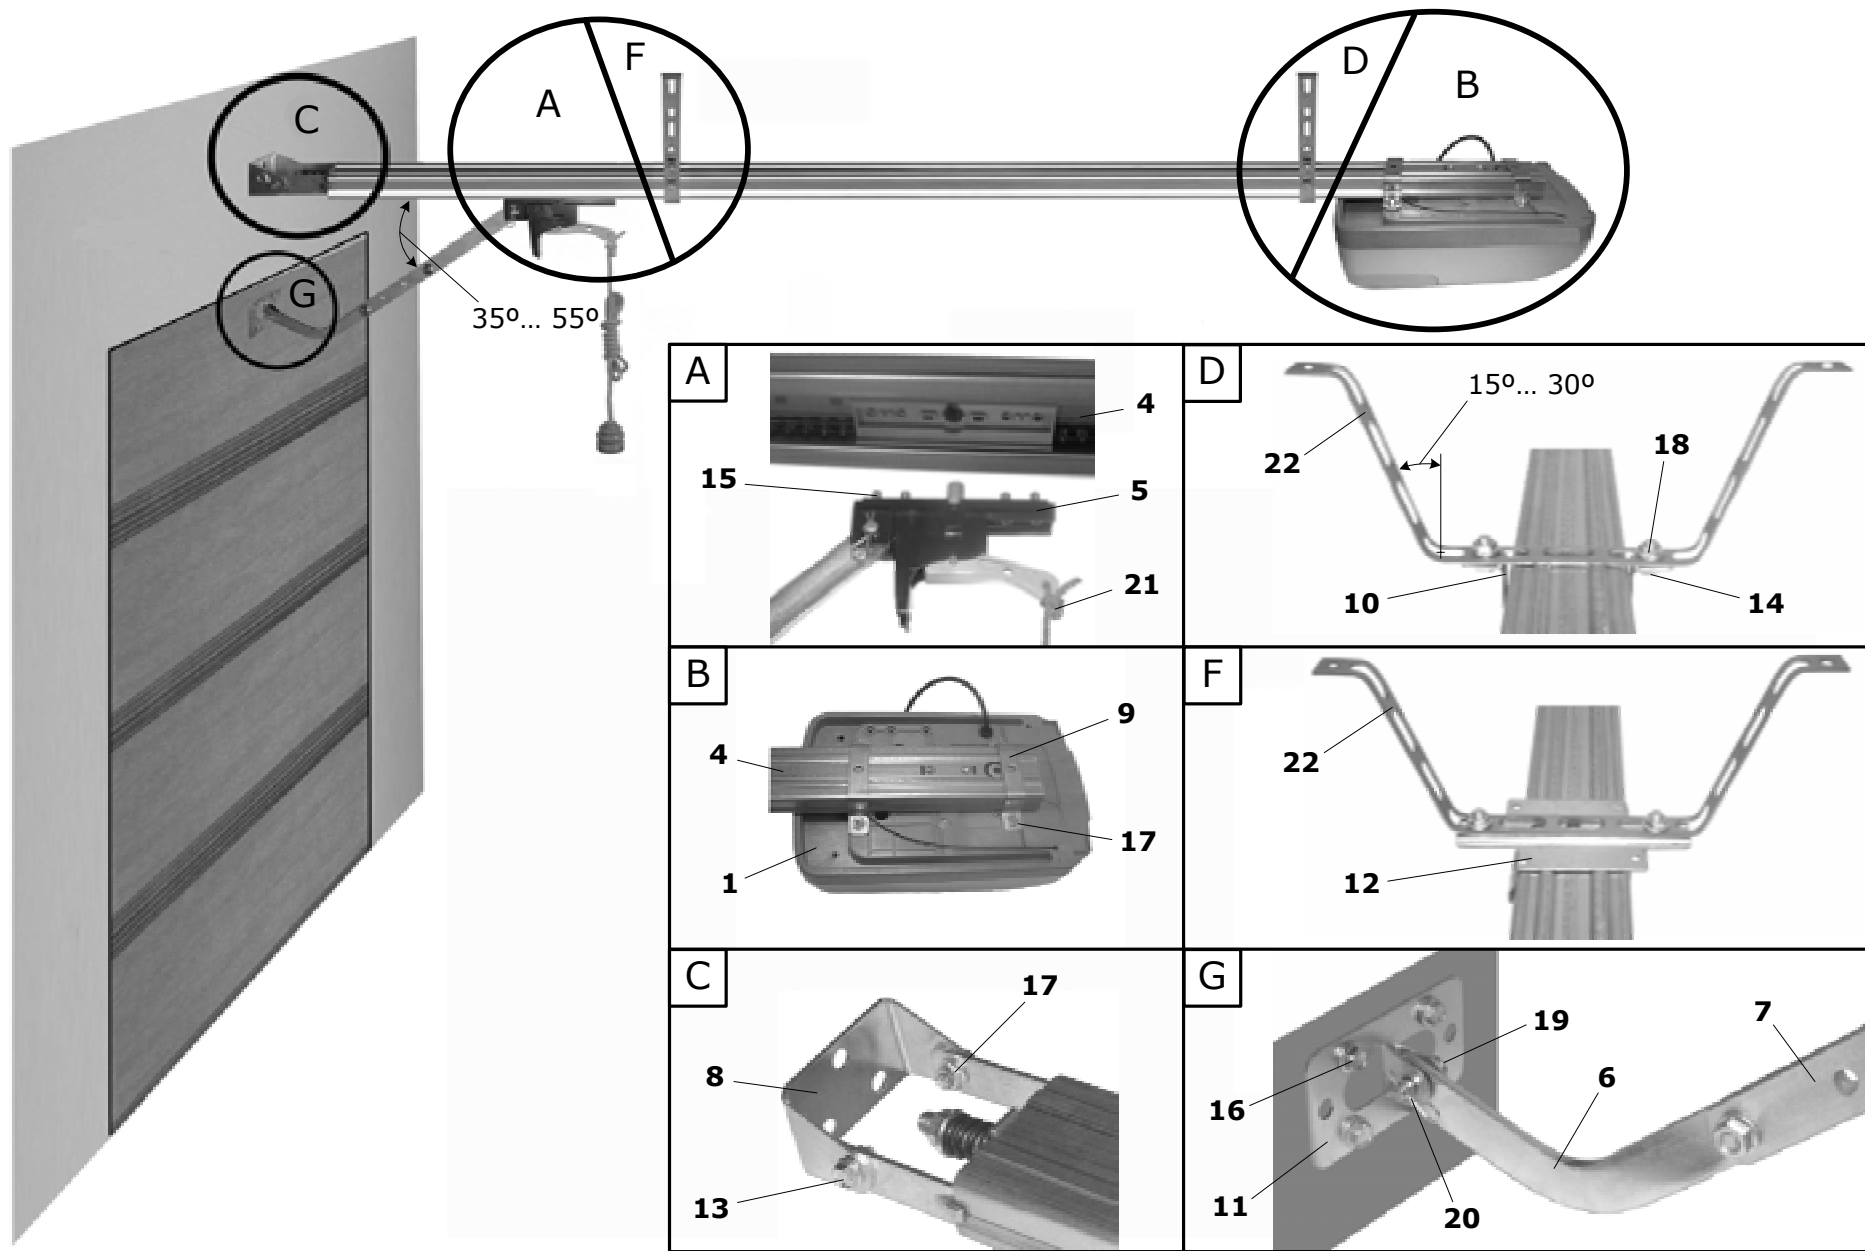

Рис. 2. Монтаж комплекта
Рейка поставляется в подсобранном состоянии. Для окончательной ее сборки (вид А, Рис. 2) выполните следующее:
Для присоединения привода к рейке (вид В, Рис. 2) выполните следующее:
При креплении рейки к стене над воротами (вид С, Рис. 2) выполните следующее:
- Закрепите U-образный кронштейн крепления рейки 10 (вид D, Рис. 2) и изогнутую полосу крепления 22 на рейку вблизи привода с помощью двух болтов 14 и двух гаек 18. При расстоянии от рейки до потолка 5...130мм используется одна полоса крепления, изогнутая "П – образно" (Рис. 2). При расстоянии от рейки до потолка 130...350мм используются две полосы крепления, изогнутые "Z-образно" (в этом случае для крепления рейки к потолку необходимы две дополнительные полосы крепления не входящие в комплект поставки).
- Установите кронштейн крепления рейки 12 (вид F, Рис. 2) и изогнутую, в соответствии с выше описанным пунктом, полосу крепления 22 на рейку в месте, обеспечивающем наибольшую жесткость рейки (например, на расстоянии 1/3 длины рейки от проема ворот). Соедините кронштейн крепления рейки и полосу крепления с помощью двух болтов 14 и двух гаек 18.
Для соединения каретки рейки с полотном ворот (вид G, Рис. 2) выполните следующее: